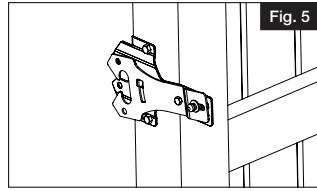

Fig. 5
- b. Instale el cerrojo en el poste con los tornillos suministrados y apriételos (Fig. 5).